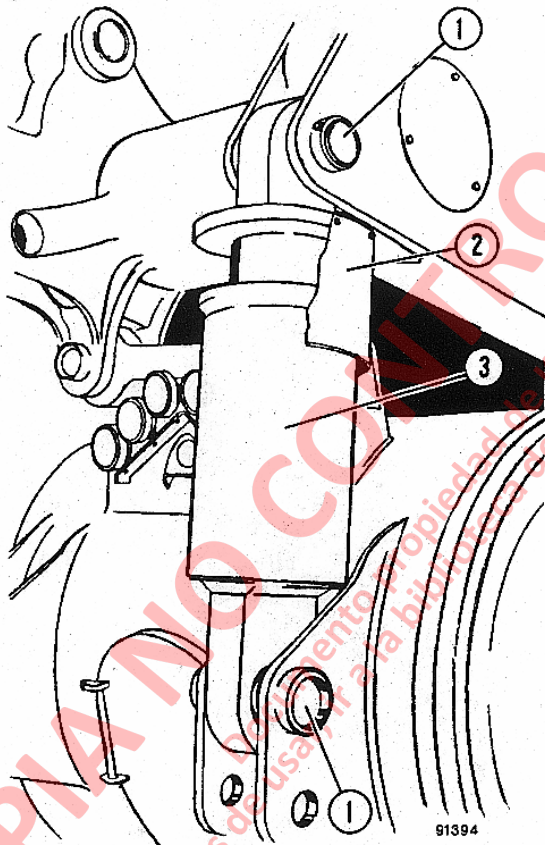

FIGURA 3-1. INSTALACIÓN SUSPENSIÓN TRASERA
1. Retire Pernos, golillas, y protección metálica (2, Figura 3-1) de la suspensión
11. Monte la protección del vástago del pistón (2, Figura 3-1) con los Pernos, golillas planas y golillas de retención.